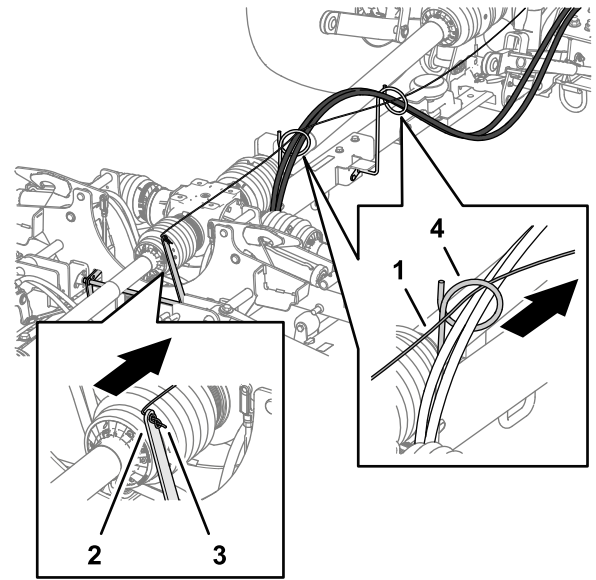

Figura 12
2. Passe a ponta livre da corda de bloqueio da plataforma da alavanca de bloqueio através das 2 guias de tubagem (Figura 12).